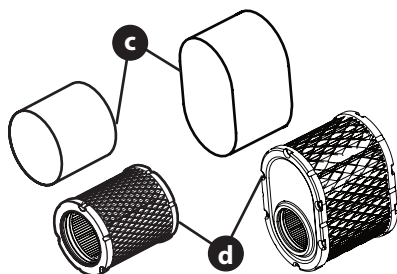

Figure 11
4. Enlevez le pré-filtre en mousse qui se trouve autour du filtre à air en papier (Figure 11). Remplacez la cartouche en papier si elle est sale ou endommagée. Nettoyez le pré-filtre en mousse ou remplacez-le s'il est endommagé.